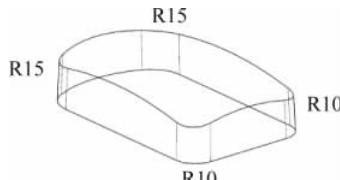
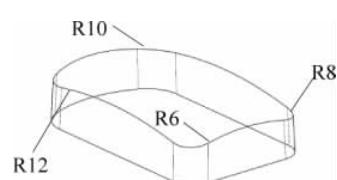

图 3-34 创建边倒圆特征
图 3-35 变圆角各节点的半径
(14) 单击“边倒圆”按钮 , 在实体上选取实体 4 个角的边线, 创建“边倒圆”特征, 如图 3-34 所示。
(15) 在工具栏中单击“边倒圆”按钮 , 选取实体上表面的边线。
(16) 在【边倒圆】对话框中单击“指定新的位置”按钮 , 在【点】对话框“类型”栏中选“端点”.
(17) 在实体上选取变圆角的第一点(R6 所在的点), 如图 3-35 所示, 输入圆角半径 R6mm, 单击 Enter 键确认。
(18) 同样的方法, 创建其他三个点的圆角(分别为 R8mm、R10mm、R12mm), 如图 3-35 所示。